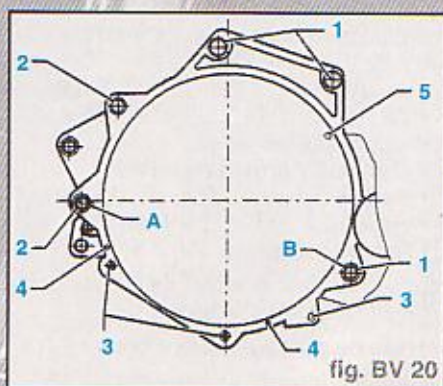

fig. BV 20
- BV sur moteur à 4 cylindres (fig. BV 20)